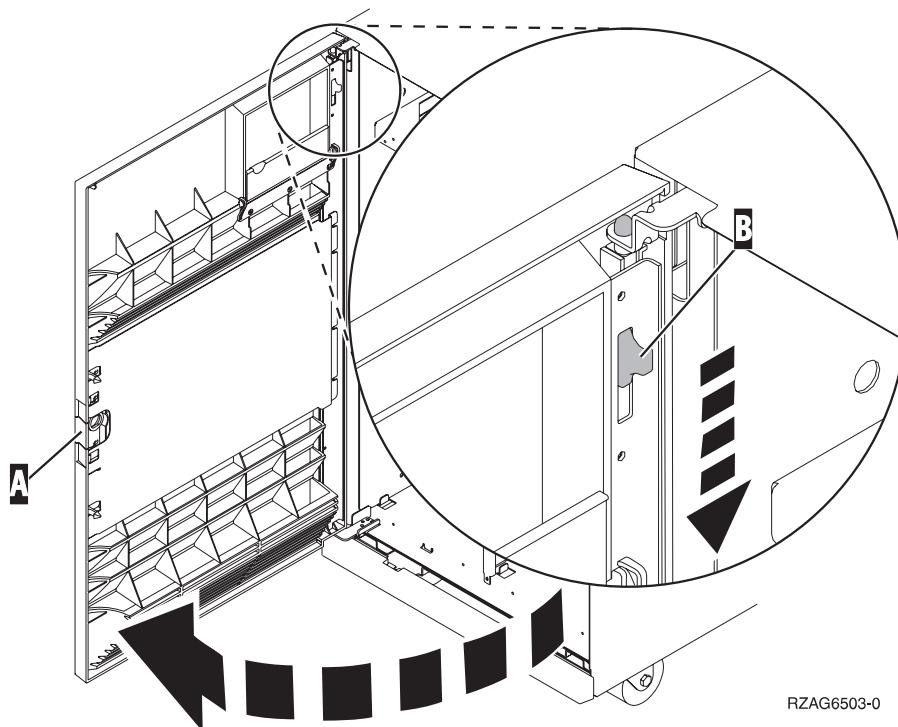
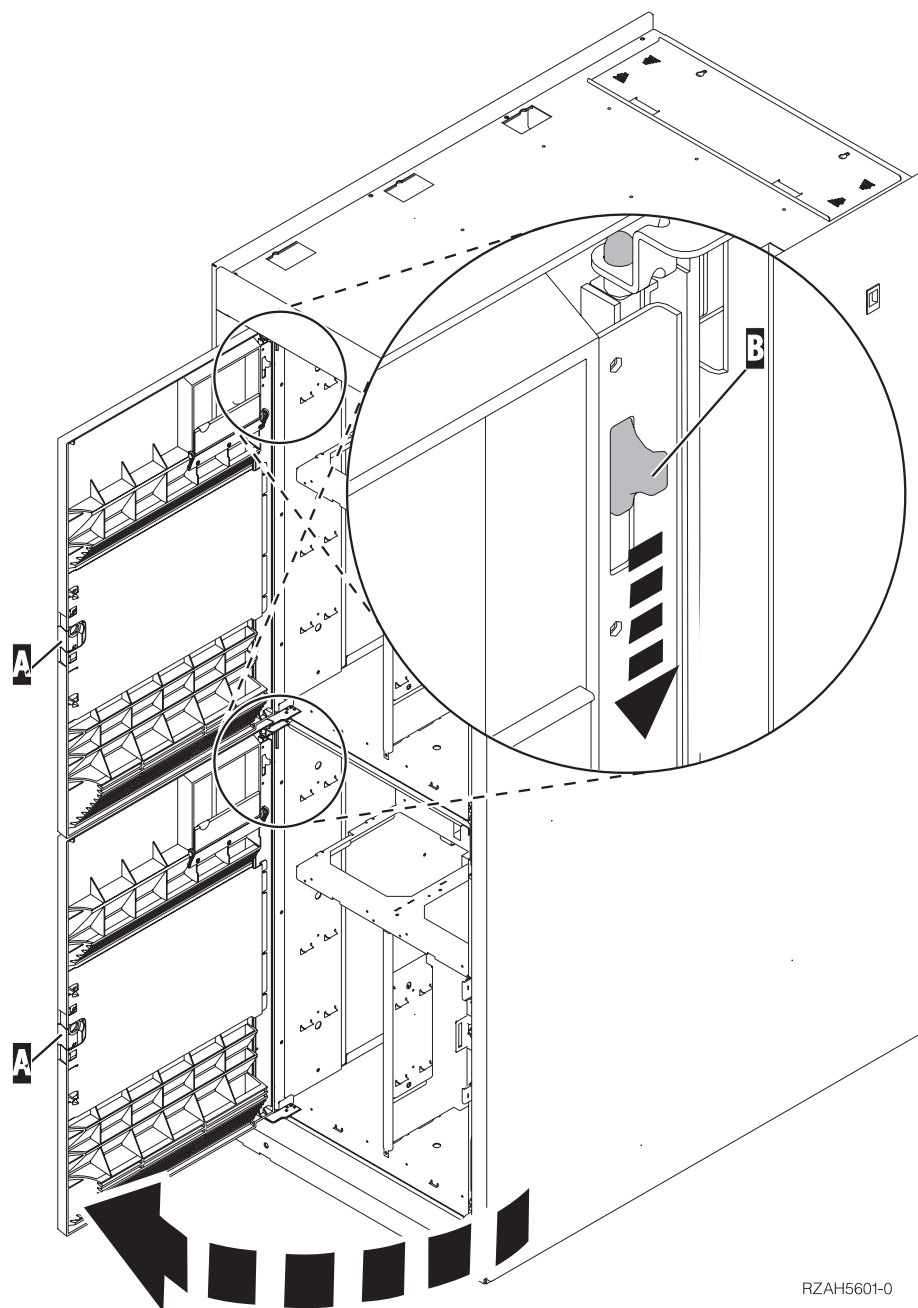

Figura 3. Apertura della porta dello sportello anteriore (5074, 5094, 5095, 8093, 830, 840, 870, 890)
Figura 4. Apertura della porta dello sportello anteriore (5079)
- ___ 2. Aprire lo sportello anteriore **A** (Figura 3 a pagina 8, 5074, 5094, 5095, 8093, 830, 840, 870 o 890; Figura 4 a pagina 9, 5079 o 5294).
- 2. Aprire lo sportello anteriore **A** (Figura 3, 5074, 5094, 5095, 8093, 830, 840, 870 o 890; Figura 4 a pagina 9, 5079 o 5294).
- ___ 3. Aprire lo sportello anteriore **A** (Figura 3 a pagina 8, 5074, 5094, 5095, 8093, 830, 840, 870, 890; Figura 4 a pagina 9, 5079 o 5294).
- ___ 4. Se necessario, utilizzare la leva mostrata in **B** per rimuovere lo sportello anteriore (Figura 3 a pagina 8, 5074, 5094, 5095, 8093, 830, 840, 870, 890; Figura 4 a pagina 9, 5079 o 5294).